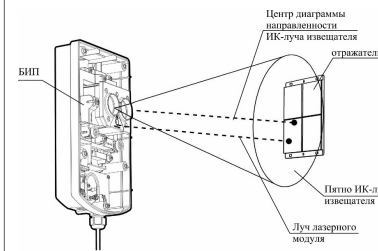

Рис. 5
7.1. Для включения лазерного модуля необходимо перевести переключатель "LASER" (13 рис.1) в положение ON. Процесс настройки сводится к совмещению пятна луча лазерного модуля с отражателями (см. рис.5) с помощью ручек юстировки оптической системы по углу горизонтали (6 рис.1) и вертикали (7 рис.1).